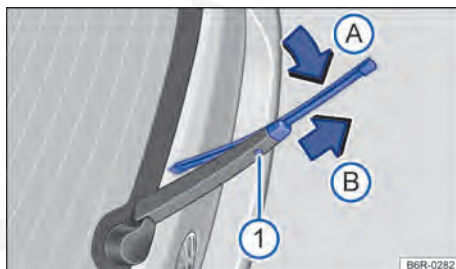

Fig. 183 Substituir a palheta do limpador do vidro traseiro.
- Manter pressionado a o botão de destravamento ⇒ Fig. 183 ①.
- Incliná-la palheta do limpador do vidro no sentido do braço do limpador do vidro ⇒ Fig. 183 (seta A) e ao mesmo tempo retirar no sentido contrário da seta B. Para isto, poderá ser necessário um esforço maior.